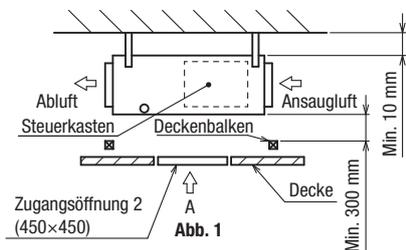

Abb. 1
- Wenn ein Raum von 300 mm oder mehr unter dem Gerät, zwischen dem Gerät und der Decke zur Verfügung steht. (Abb.1)